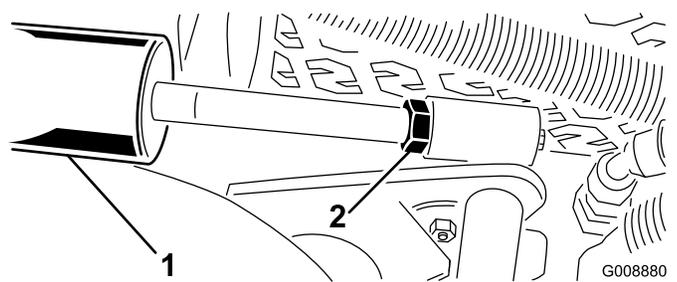

**Рисунок 28**
3. Запустите двигатель, поднимите подъемные рычаги и убедитесь, что зазор между износной накладкой в верхней части задней износной планки режущего блока и отбойной накладкой составляет от 0,51 до 2,54 мм, как показано на **Рисунок 28**.